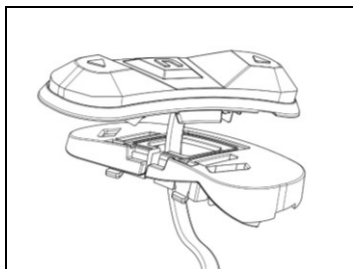

Fig. 18
- Introducir en el cable del teclado el soporte específico del propio casco (Fig. 18).